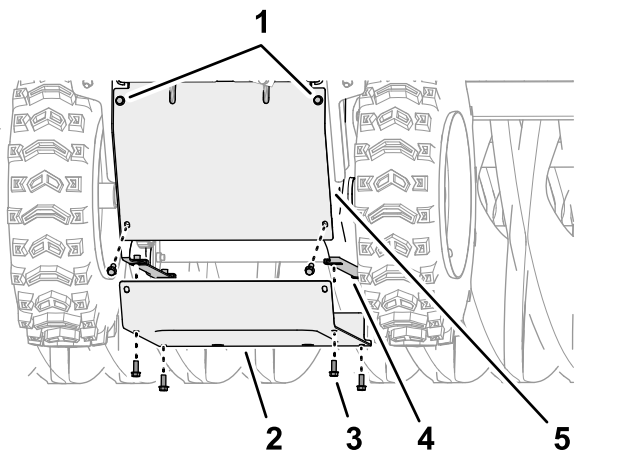

Bild 47
5. Lösen Sie auf der Rückseite der Maschine die beiden oberen Bundkopfschrauben ($\frac{1}{4}$ " x $\frac{5}{8}$ "), mit denen die hintere Abdeckung an der Maschine befestigt ist (**Bild 47**).
- Entfernen Sie die sechs Bundkopfschrauben ($\frac{1}{4}$ " x $\frac{5}{8}$ "), mit der die untere Abdeckung an der Maschine befestigt ist, und nehmen Sie die Abdeckung ab (**Bild 47**).